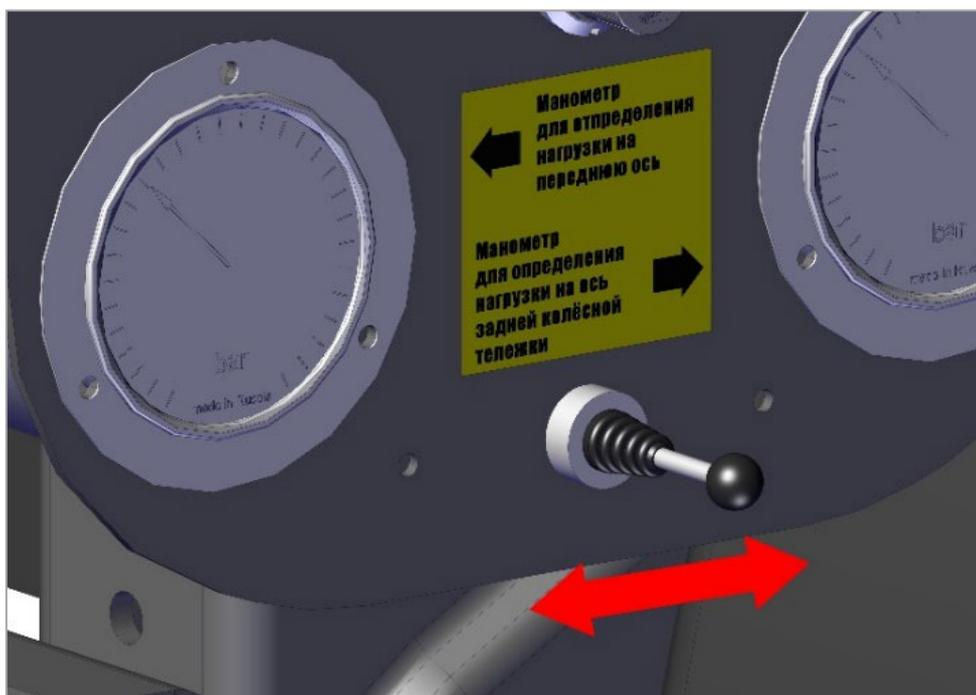

Рис. 38. Перевод джойстика в одно из крайних положений
2) После загрузки опустите вынесенную ось на землю, переведя «джойстик» в одно из крайних положений (рис. 38), после опускания оси верните «джойстик» в нейтральное положение.